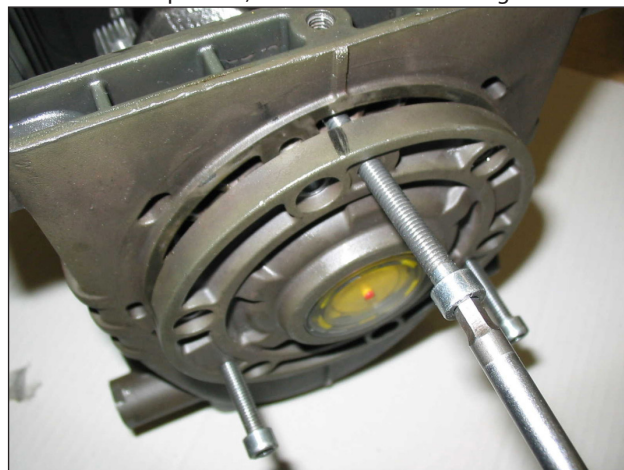

Fig. 3
- as coberturas laterais usando - para a extração - três parafusos M6x50 totalmente rosqueados, inserindo-os nos orifícios rosqueados, conforme indicado na Fig. 3.